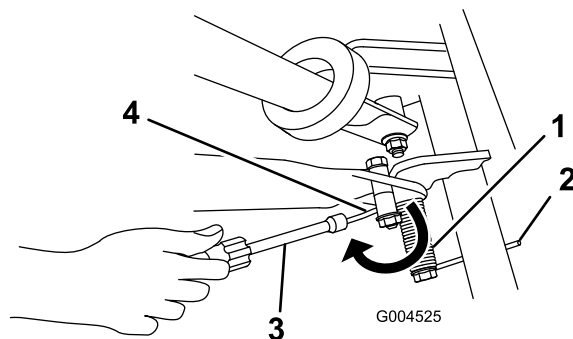

Figure 11
- Placez une clé à écrous sur l'extrémité du ressort en la dirigeant vers l'arrière et faites passer l'extrémité du ressort sous l'entretoise de la béquille (Figure 11).